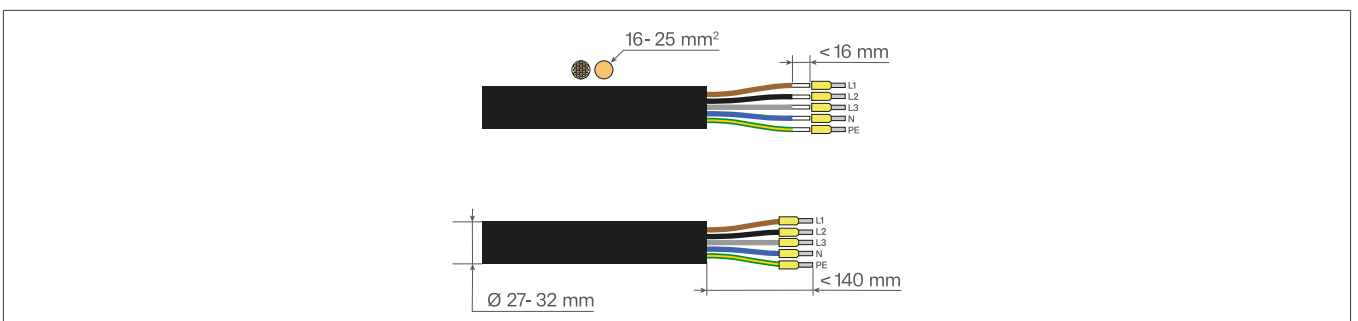

Bild 26: Leitung zur Unterverteilung des Hauses
- 1 Den Mantel und die Adern der Leitung (flexibel oder starr) abisolieren (siehe Bild 26).